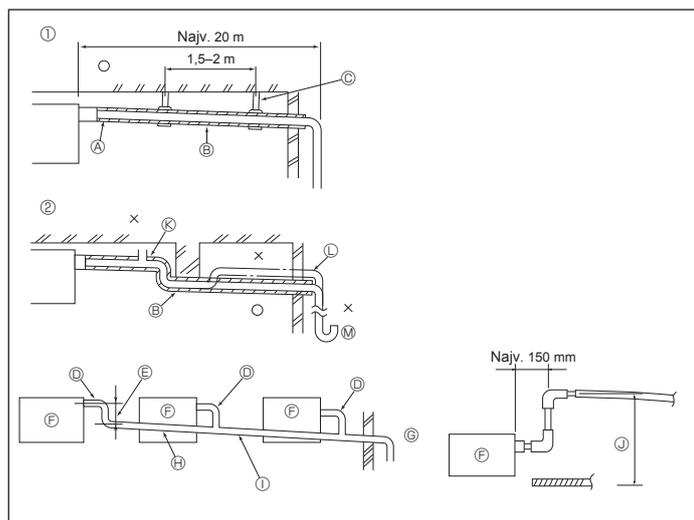

Fig. 6-1
6.1. Poslovi polaganja odvodnih cijevi (Fig. 6-1)